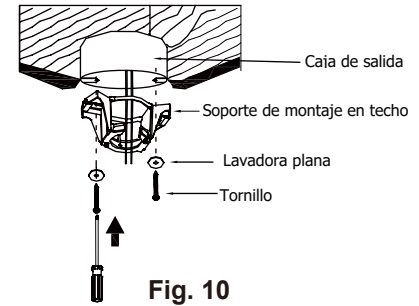

Fig. 10
**Paso 1.** Antes de fijar el ventilador a la caja de salida (no incluida), asegúrese de que la caja de salida esté firmemente sujeta a al menos dos puntos a un miembro estructural del techo (una caja suelta hará que el ventilador se tambalee). Pase los cables de alimentación de 120 voltios desde la caja de salida del techo a través del centro del soporte de montaje del techo. Instale el soporte de montaje en la caja de salida en el techo utilizando los tornillos y arandelas incluidos con la caja de salida. (Fig.10)